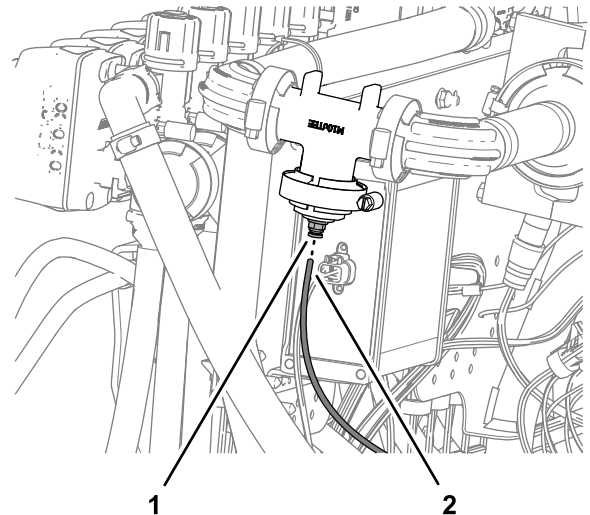

Figura 136
1. Alinee el extremo del tubo del sensor de presión (plástico) del indicador de presión del salpicadero con el anillo de bloqueo del acoplamiento del tubo (Figura 136).
2. Inserte el tubo del sensor en el anillo de bloqueo hasta que el tubo esté correctamente asentado (Figura 136).